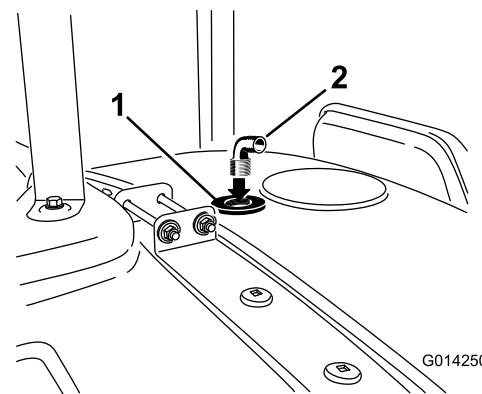

Figure 18
9. Posez le raccord dans l'ouverture filetée de la traversée de la buse de rinçage (Figure 18).